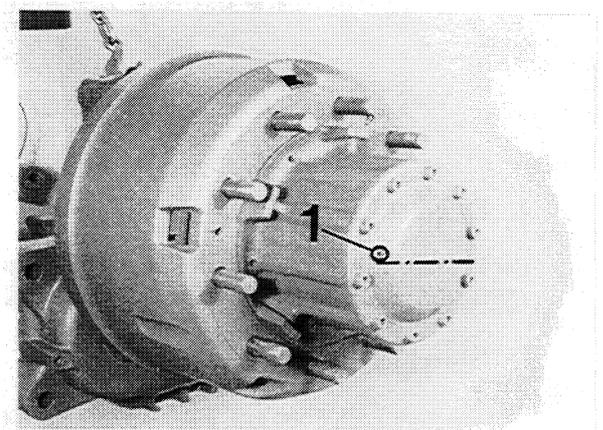

Bild 1
2.1 Ölablaß - Nabe (Bild 1)
2.2 Ölbefüllung - Nabe (Bild 1)